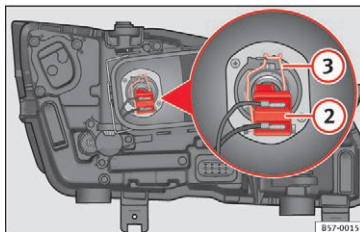

Fig. 103 I motorrummet: pære til nærlys
3. Træk stikket » **Fig. 103** ② af pæren.
4. Tag fjederen » **Fig. 103** ③ af ved at trykke den ind og dreje mod højre.